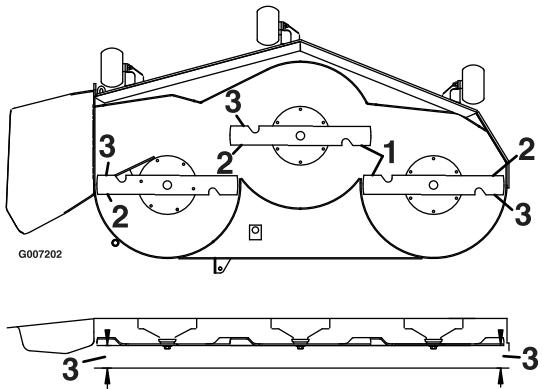

Figura 62
- Misurate la distanza tra i taglienti esterni e la superficie piatta (Figura 62). Se entrambe le misure non rientrano nella tolleranza di 5 mm, è necessario eseguire una regolazione; passate alla procedura Livellamento.